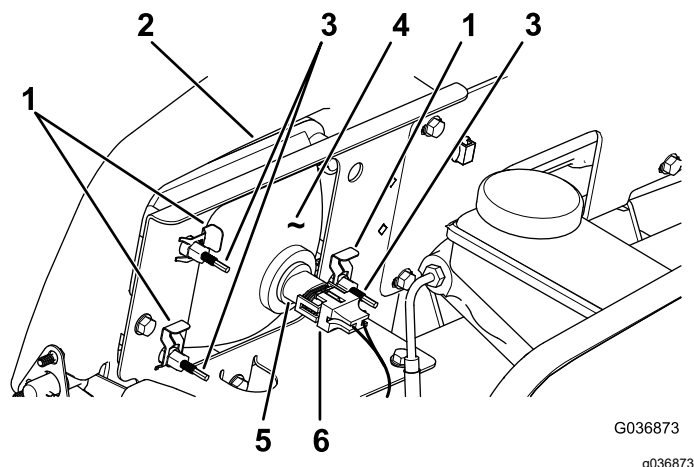

図 52
3. ランプアセンブリのコネクタから、ハーネス用のコネクタを外す **図 52**。
4. ヘッドライトをヘッドライトブラケットに固定しているスピードクリップを外す 図 52。
5. ヘッドライトアセンブリ全体を前に押出して、前バンパーから外す 図 52。
6. 取り付け穴に新しいヘッドライトを取り付ける 図 52。
8. ハーネス用のコネクタを、新しいランプアセンブリのコネクタに接続する 図 52。
2. ヘッドライトアセンブリの裏側部分にある調整ねじ 図 52 を回してヘッドライトアセンブリの角度を変えてビームの方向を調整する。